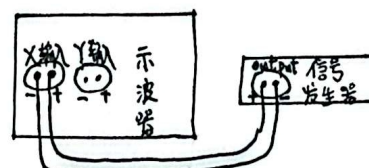

图1: 实验1接线示意图
1. 按图1连接电路, 然后调节好信号发生器的输出信号为 $\pm 1.000\text{V}$, 600Hz 的正弦波, 打开 output 按钮, 然后示波器上打开 Auto Setup, 即可自动生成当前的波形, 通过调整旋钮改变波形数即可。